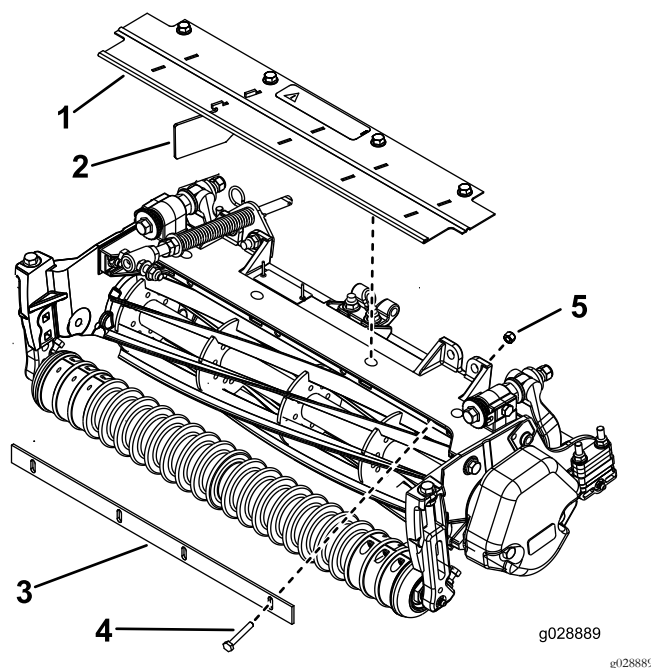

Figure 7
1. Montez la barre supérieure sur le cadre du plateau de coupe en serrant légèrement 4 boulons (1/4" x 1 3/4") et 4 contre-écrous (1/4") ; voir Figure 7.
3. Serrez les boulons et les contre-écrous (Figure 7).
1. Retirez les 4 boulons à embase qui fixent le déflecteur d'herbe avant au cadre du plateau de coupe (Figure 7). Déposez le déflecteur d'herbe.
2. Déposez les 4 éléments déflecteurs du déflecteur d'herbe, en ne laissant en place que l'élément montré à la Figure 7.